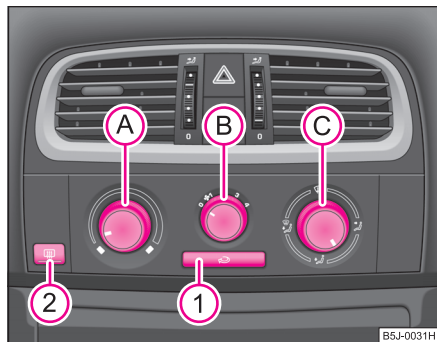

Abb. 92 Heizung:
- Drehen Sie den Drehregler **(A)** ⇒ Abb. 92 nach rechts, um die Temperatur zu erhöhen.
- Drehregler **(A)** ⇒ Seite 98, Abb. 92 bis zum Anschlag nach rechts,
- Drehregler **(A)** ⇒ Seite 98, Abb. 92 bis zum Anschlag nach links,
- Drücken Sie die Taste , das Tasten-Symbol  leuchtet auf ⇒ Seite 98, Abb. 92.
Wenn der Luftverteilungsregler **(C)** in der Position  ⇒ Seite 98, Abb. 92 steht, wird der Umluftbetrieb automatisch ausgeschaltet. Durch wiederholtes Drücken der Drucktaste  können Sie auch in dieser Stellung den Umluftbetrieb wieder einschalten.
Die Luftzufuhr für die einzelnen Düsen stellen Sie mit dem Luftverteilungsregler  ein \Rightarrow Seite 98, Abb. 92. Die Luftaustrittsdüsen 3 und 4 können einzeln geschlossen und geöffnet werden.
Aus den geöffneten Luftaustrittsdüsen strömt je nach Stellung des Drehreglers  \Rightarrow Seite 98, Abb. 92 und nach Klimabedingungen erwärmte oder nicht erwärmte Luft. ■